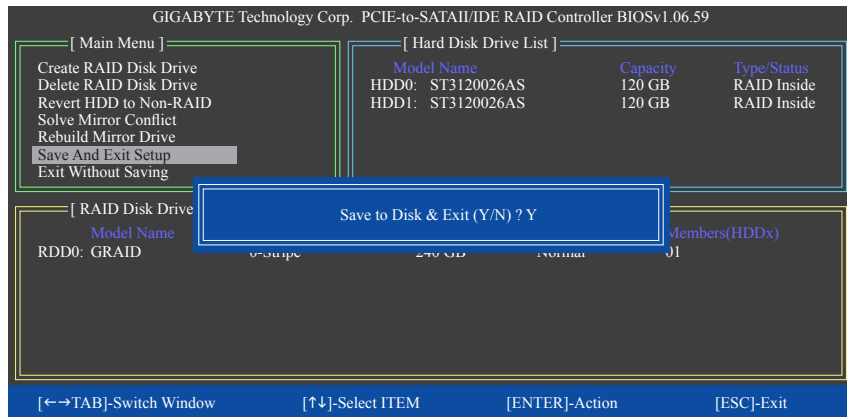

図 10
7. **セットアップを保存して終了:** RAID アレイを構成した後、メイン画面で **Save And Exit Setup** 項目を選択し、設定を保存してから RAID BIOS ユーティリティを終了し、<Y>を押します(図 10)。